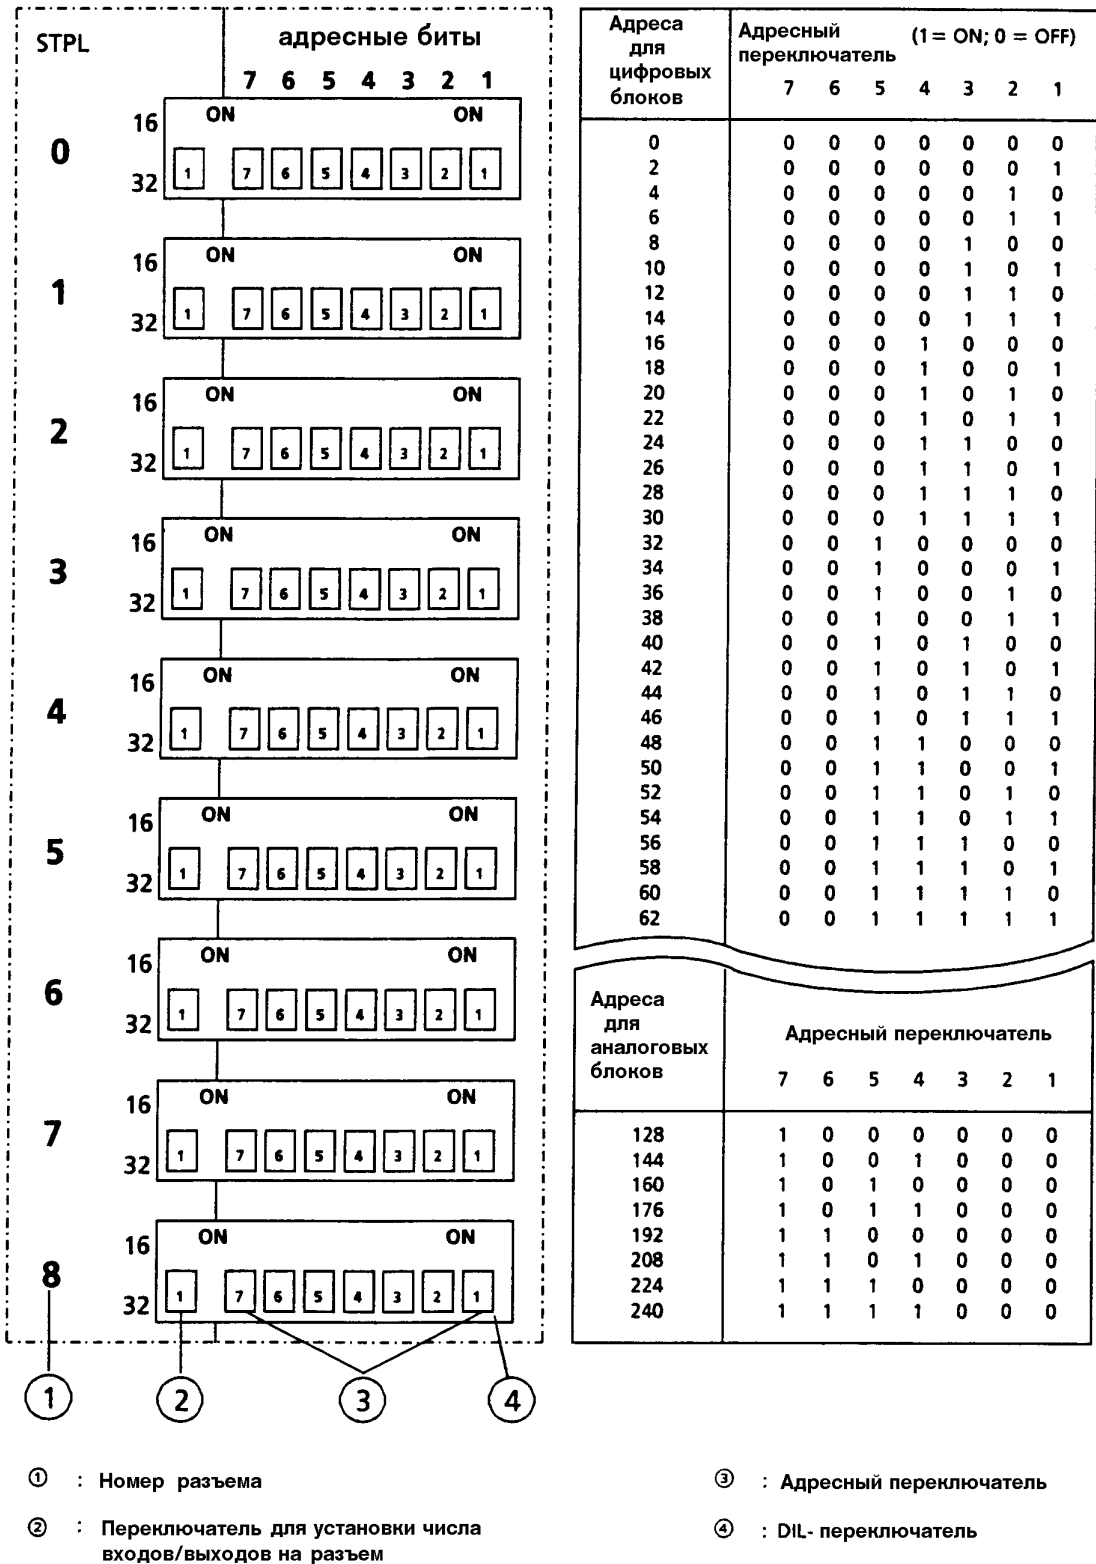

Рис. 10.36 Установка адресов в адресном поле блока подключения IM 306
Переключателем 2 (->рис.10.36) установите количество входов или выходов блока, находящегося на этом разъеме. *
- посмотреть на рис.10.36 положение адресного переключателя и установить его на DIL-переключателе разъема N2.